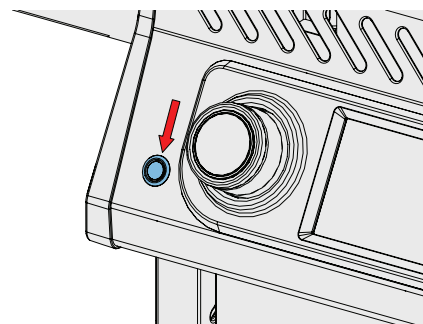

Fig. 5
1. Sørg for, at dit apparat er tændt. (Fig. 5)